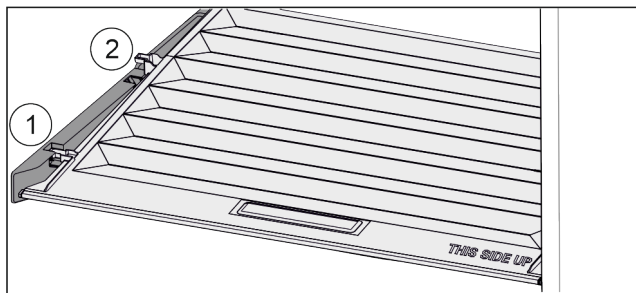

Fig. 150
- ▶ Vytáhněte víko dopředu až k otvoru v přídržných dílech Fig. 150 (1).
- ▶ Vzadu zespolu nadzvedněte a vyjměte směrem nahoru Fig. 150 (2).